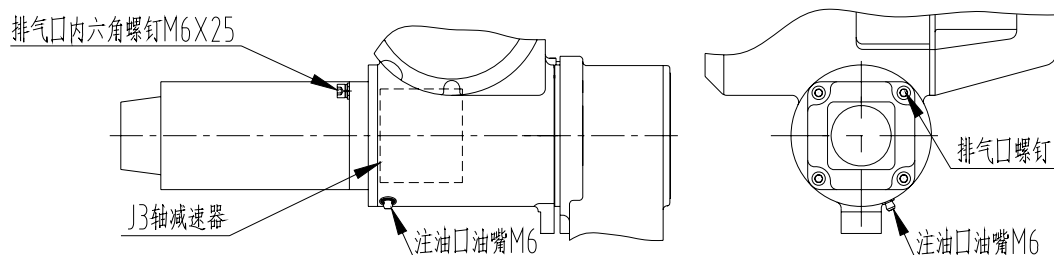

图 14 J3 轴减速机局部结构
- 3、用油枪从注油口注油（参考图 14 J3 轴减速机局部结构）；